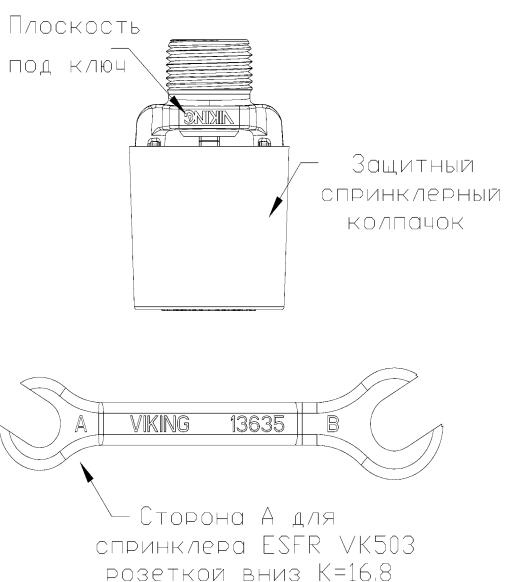

Рисунок 1:
D. Для установки спринклеров ESFR VK503 используйте ТОЛЬКО спринклерный ключ 13635W/B! (См. Рис.1). Подсоедините спринклер с защитным колпачком к трубопроводу, надавив спринклерным ключом только на плоскости спринклера под ключ, стараясь не повредить рабочие механизмы спринклера.